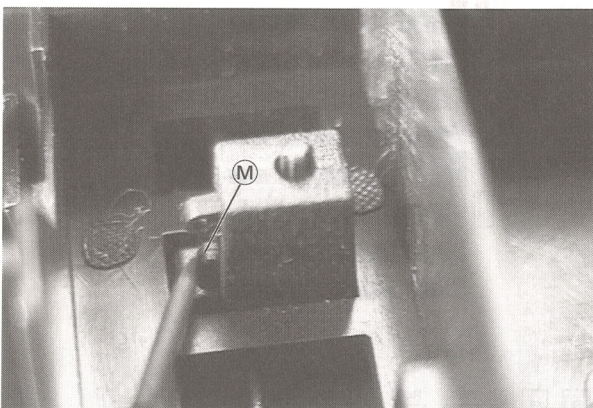

Fig. 6
7. Ausbau der Eingangswahltasten (Fig. 6)
- Die 3 Rastnasen (M) zusammen austrasten. Die Tasteneinheit kann jetzt nach außen entnommen werden.
7. Disassembling of the Input Selection Buttons (Fig. 6)
- Disengage the 3 catches (M) together. The buttons can now be removed towards the outside.